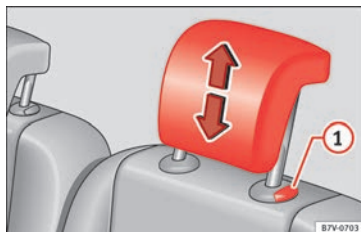

Abb. 152 Einbau der Kopfstützen der zweiten der dritten Sitzreihe.
- Bei gedrücktem Knopf die Kopfstütze »» **Abb. 152** ① entnehmen.